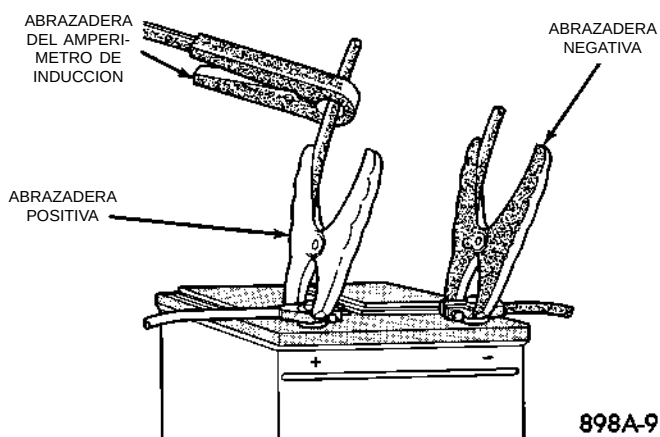
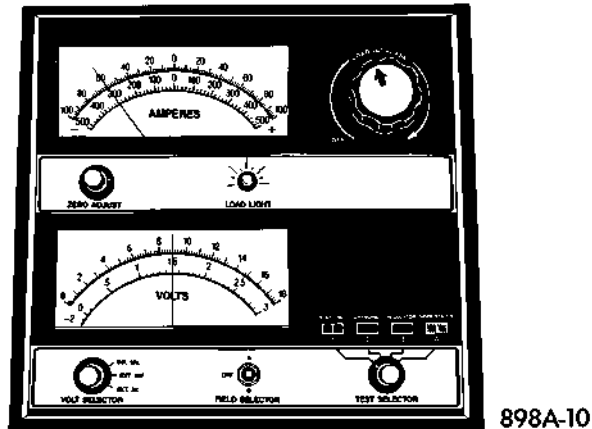

Fig. 8 Conexiones del probador de carga del voltímetro
Fig. 9 Elimine la carga superficial de la batería
(1) Retire ambos cables de la batería, comenzando por el negativo. La parte superior de la batería, los cables y los bornes deben estar limpios. Si no se ve el punto verde en el indicador, cargue la batería. Consulte Procedimientos de carga de la batería.
(2) Conecte un Voltímetro/amperímetro/probador de carga a los bornes de la batería (Fig. 8). Gire la perilla de control de carga del reostato de placas de carbón para aplicar una carga de 300 amperios. Mantenga esta carga durante 15 segundos para eliminar la carga superficial de la batería y vuelva a colocar la perilla en la posición OFF (Fig. 9).
(2) Conecte un voltímetro/amperímetro/probador de carga a los bornes de la batería (Fig. 8). Gire la perilla de control de carga del reostato de placas de carbón para aplicar una carga de 300 amperios. Mantenga esta carga durante 15 segundos para eliminar la carga superficial de la batería y vuelva a colocar la perilla en la posición OFF (Fig. 9).